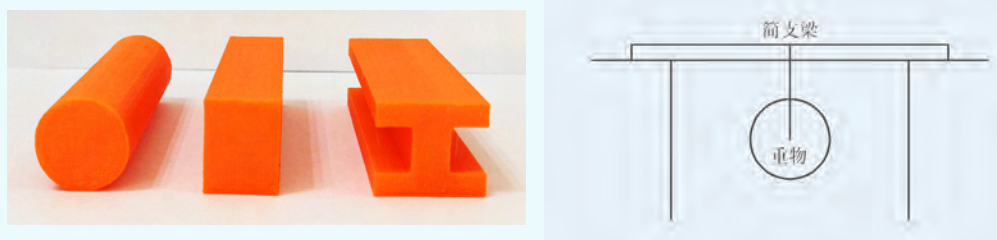

图 1.35 简支梁
1. 分别将不同截面形状的构件两端固定，中间悬空，构成简支梁，如图 1.35 所示。